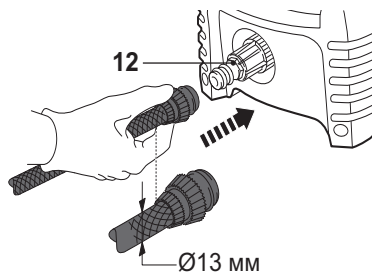

Fig. 13
- > Atașați un furtul de apă adecvat (neinclus) la sursa de alimentare cu apă, după care racordați celălalt capăt la racordul furtunului de apă (12) (Fig. 13).